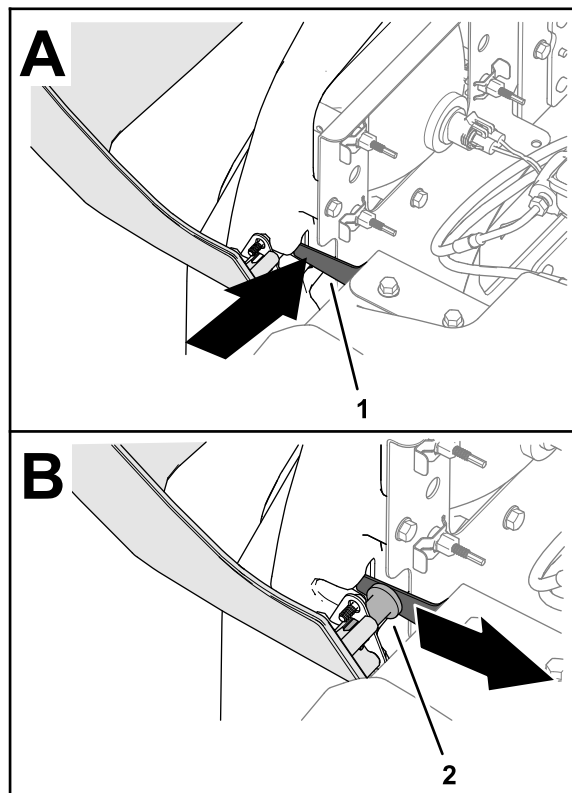

Рисунок 41
3. Поддерживая капот, нажмите поворотную защелку внутрь и передвигайте капот внутрь до тех пор, пока шплинтуемый штифт не освободит защелку (Рисунок 41).